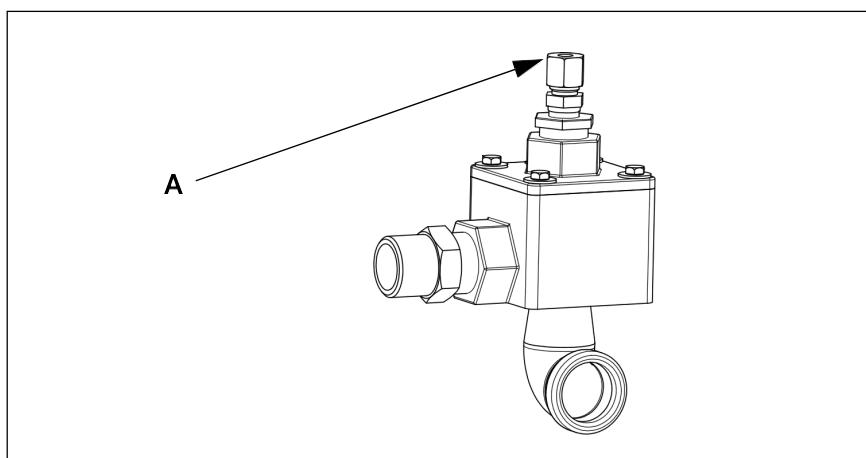

Fig. 6:
- Enrosque el conducto de control en el puerto de control (A, Fig. 6) de la válvula de escape.